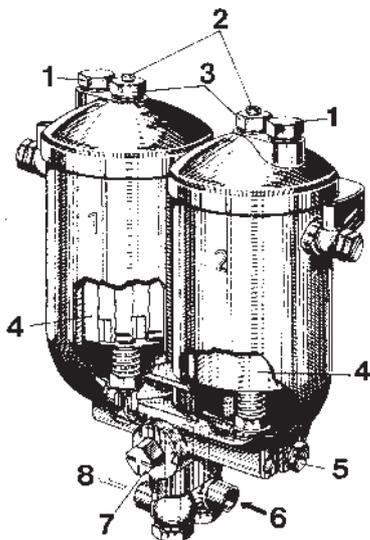
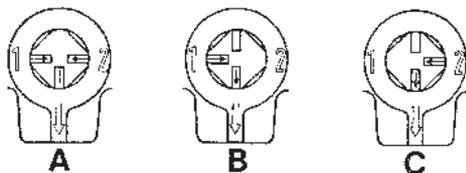

Fig. 125. Filtres à carburant de type réversible
Fig. 126. Position du robinet 3 voies, filtres à carburant réversibles
1. Tourner le robinet (7, figure 125) jusqu'à la position C, figure 126.
2. Ouvrir la vis de purge (2) sur le filtre No 1. Enlever le bouchon de vidange et recueillir le carburant. Dévisser l'écrou de serrage (3), déposer le couvercle et la cartouche.